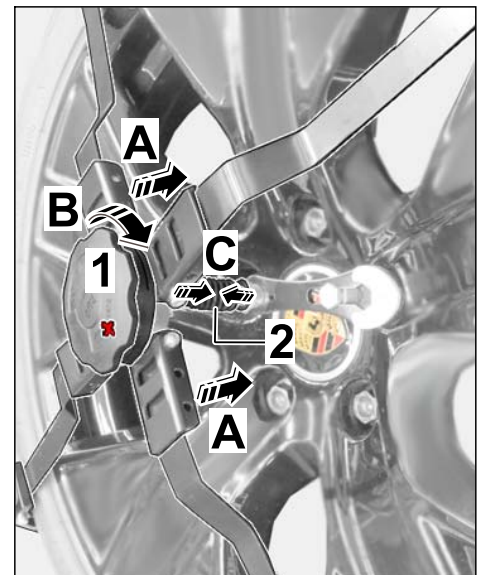

Figura 10
2.3.2 Presionar la cadena antideslizante en la zona del perno giratorio de la rueda trasera (⇒ *Figura 10-A*).
Enroscar el perno giratorio simultáneamente hacia la derecha (signo de más "+" ⇒ *Figura 10-B*) hasta el tope y hasta que el fuelle esté apretado (⇒ *Figura 10-C*).